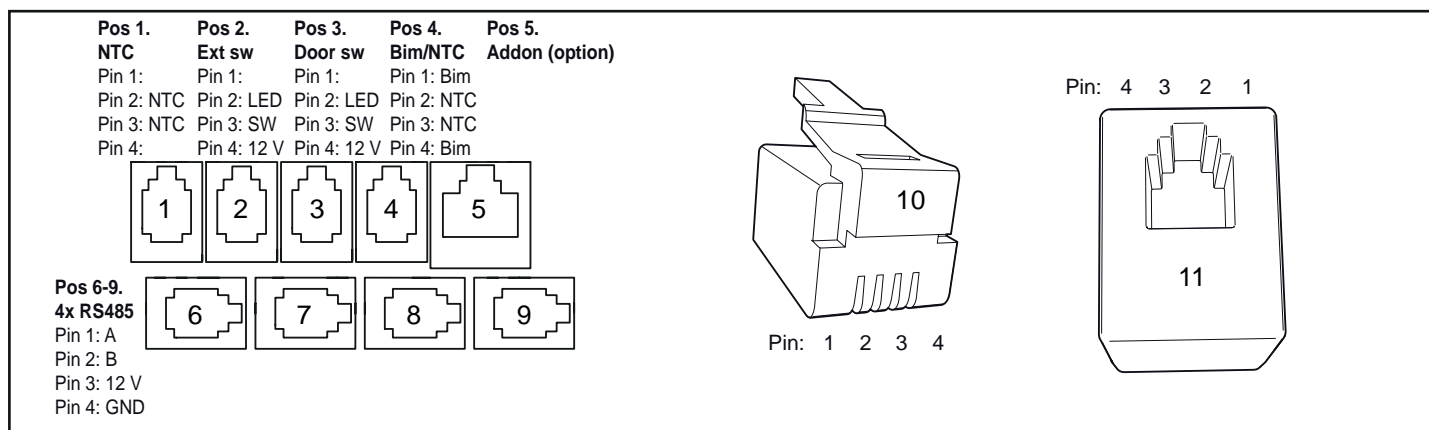

Рисунок 19: Модульные контакты, описание (Поз. 1-4 и 6-9: RJ10, Поз. 5: RJ45)
1. Модульный штекер (RJ10, см. Рис. 19)